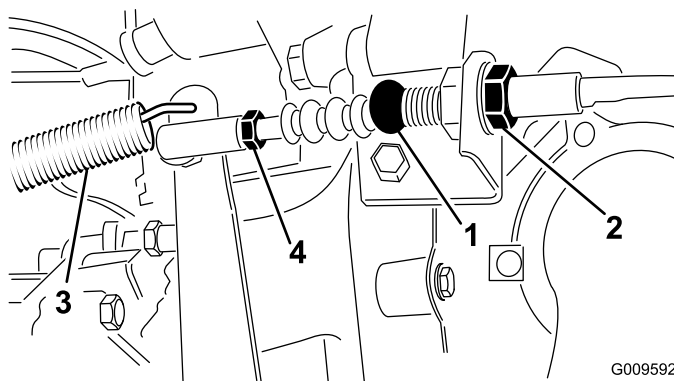

Figura 69
1. Allentate i controdati che fissano il cavo della frizione alla staffa sul cappuccio del volano (Figura 69).